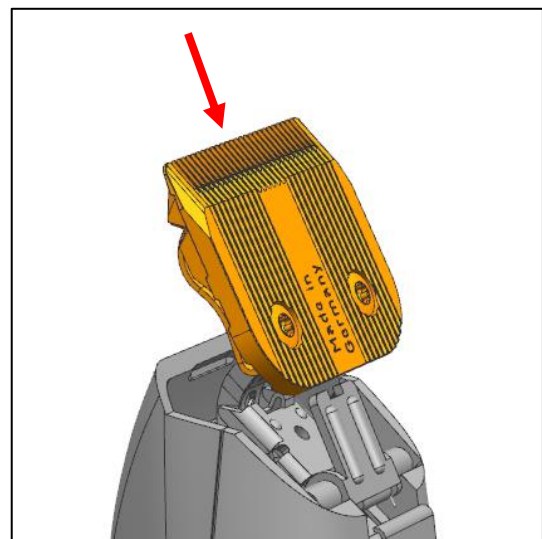

Abb. 48
- Stecken Sie den Schneidsatz auf den Schneidsatzhalter (Abb. 48).